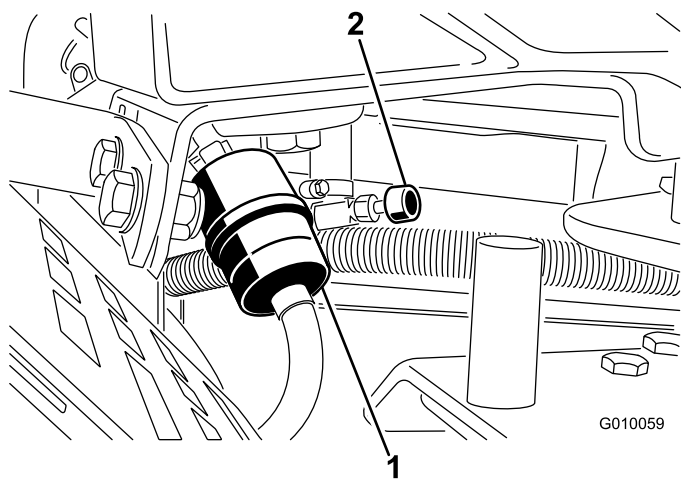

Figura 48
2. Cierre la válvula de cierre del combustible (Figura 48).
3. Apriete los extremos de las abrazaderas y deslícelas por el tubo alejándolas del filtro (Figura 48).
5. Instale un filtro nuevo y acerque las abrazaderas al filtro (Figura 48).
7. Abra la válvula de cierre del combustible (Figura 48).
3. Afloje la abrazadera cerca del filtro de combustible y deslícela por el tubo, alejándola del filtro de combustible (Figura 48).
4. Retire el tubo de combustible del filtro (Figura 48). Abra la válvula de cierre del combustible y deje fluir el combustible a una lata u otro recipiente.
5. Instale el tubo de combustible en el filtro de combustible. Acerque la abrazadera al filtro de combustible para fijar el tubo de combustible (Figura 48).